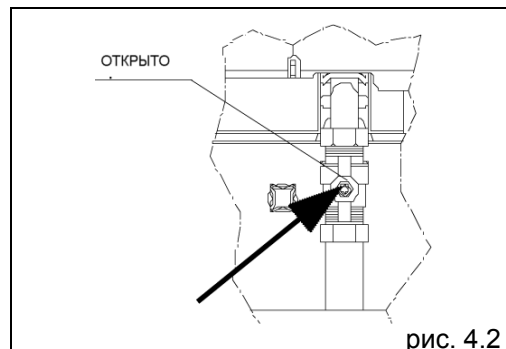

рис. 4.2
- откройте вентиль газа, чтобы подать топливо (рис. 4.2)